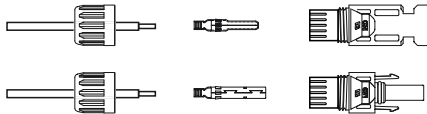

Figura 4.8 Desmontagem da porca-capa do conector
1. Dcape o fio CC cerca de 7 mm e desmonte a porca-capa do conector (veja a figura 4.8).